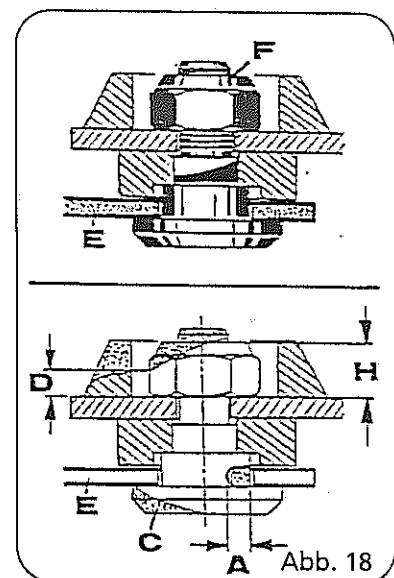

Abb. 18
Beim Auswechseln der Messerklingen bzw. Messerschrauben zuerst Mähscheibe in Stellung C (Abb. 18) bringen (F = Fahrtrichtung).
Nach dem Lösen der Sicherungsmutter (Abb. 18, Pos. F) mit einem Steckschlüssel kann die Messerschraube nach unten abgezogen und bei Bedarf zusammen mit der Messerklinge ausgewechselt werden. Die Sicherungsmutter der Messerschraube ist nach dem Wechsel wieder fest anzuziehen. Auf richtigen Sitz der Messerklingen und Messerschrauben ist zu achten.
- Messerschraube = Maß A mehr als 3 mm (Abb. 18)
- Pos. C Abnutzung über Schraubenmitte hinaus (Abb. 18)
- Maß D nicht mehr halbe Mutterhöhe (H) (Abb. 18, Pos. H)